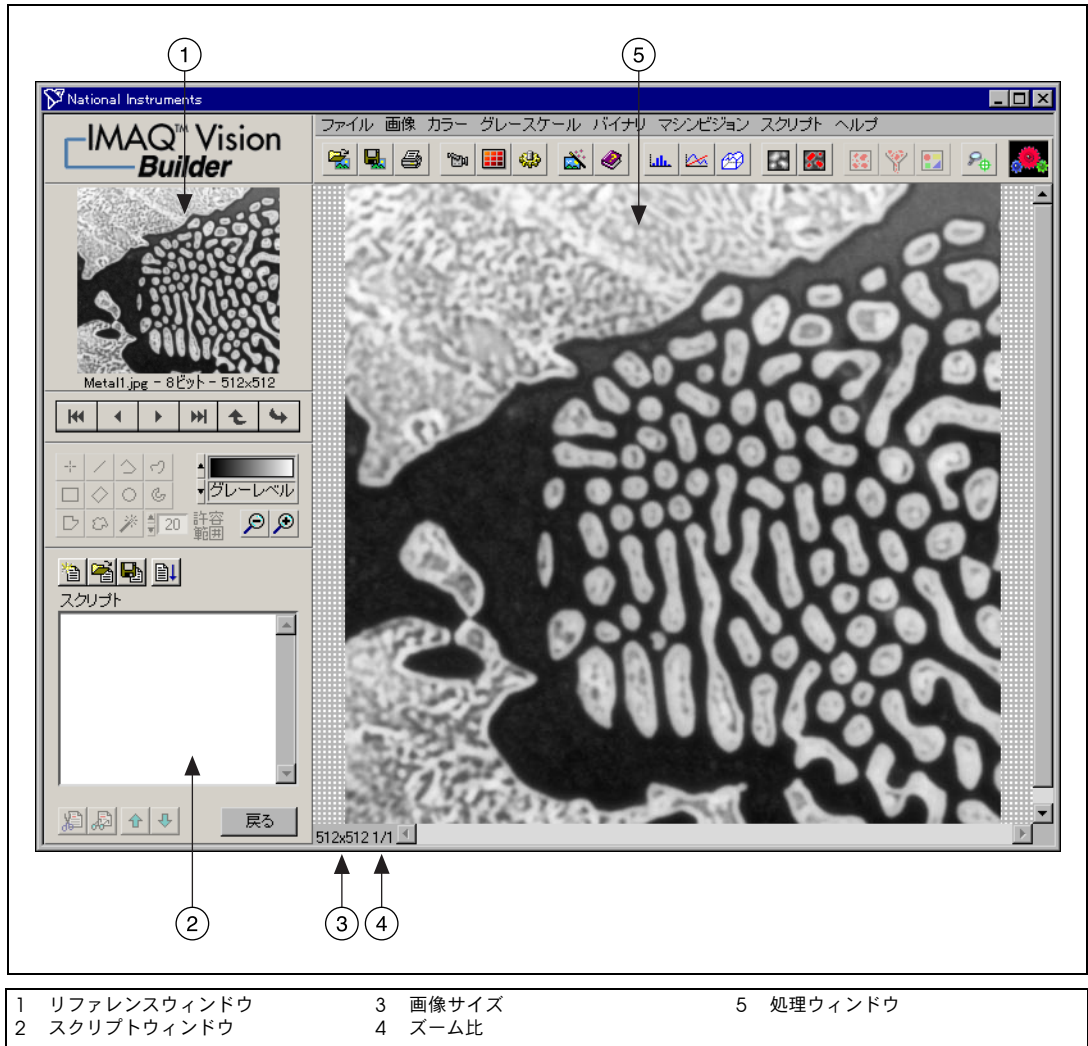

図 2-2 画像処理
- 処理ウィンドウ：パラメータを変更すると、画像をアップデートします。この表示はパラメータウィンドウでの変更を直ちに反映するため、最適な結果が得られるまでパラメータを変更することができません。処理ウィンドウにロードされた画像を表示するには、図 2-2 「画像処理」を参照してください。
- リファレンスウィンドウ：画像を処理ウィンドウで操作する際、オリジナルの画像（元の画像）を表示します。リファレンスウィンドウの画像を表示するには、図 2-2 「画像処理」を参照してください。
6. 処理モードを変更するために、画像 Metall.jpg をダブルクリックします。図 2-2 のように、IMAQ Vision Builder は選択した画像を処理ウィンドウにロードします。